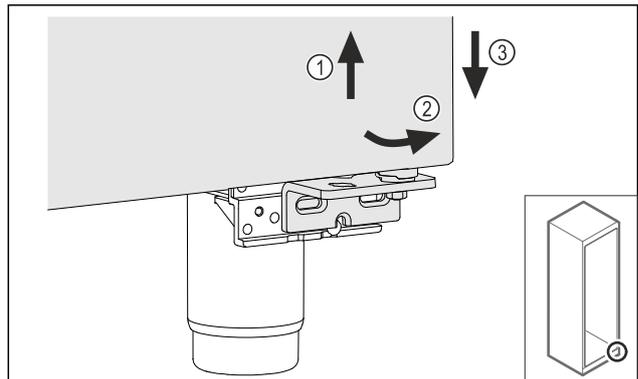

Fig. 26
- ▶ Levantar ligeramente la puerta Fig. 26 (1): inclinarla hacia delante por la parte inferior Fig. 26 (2) y bajarla Fig. 26 (3).